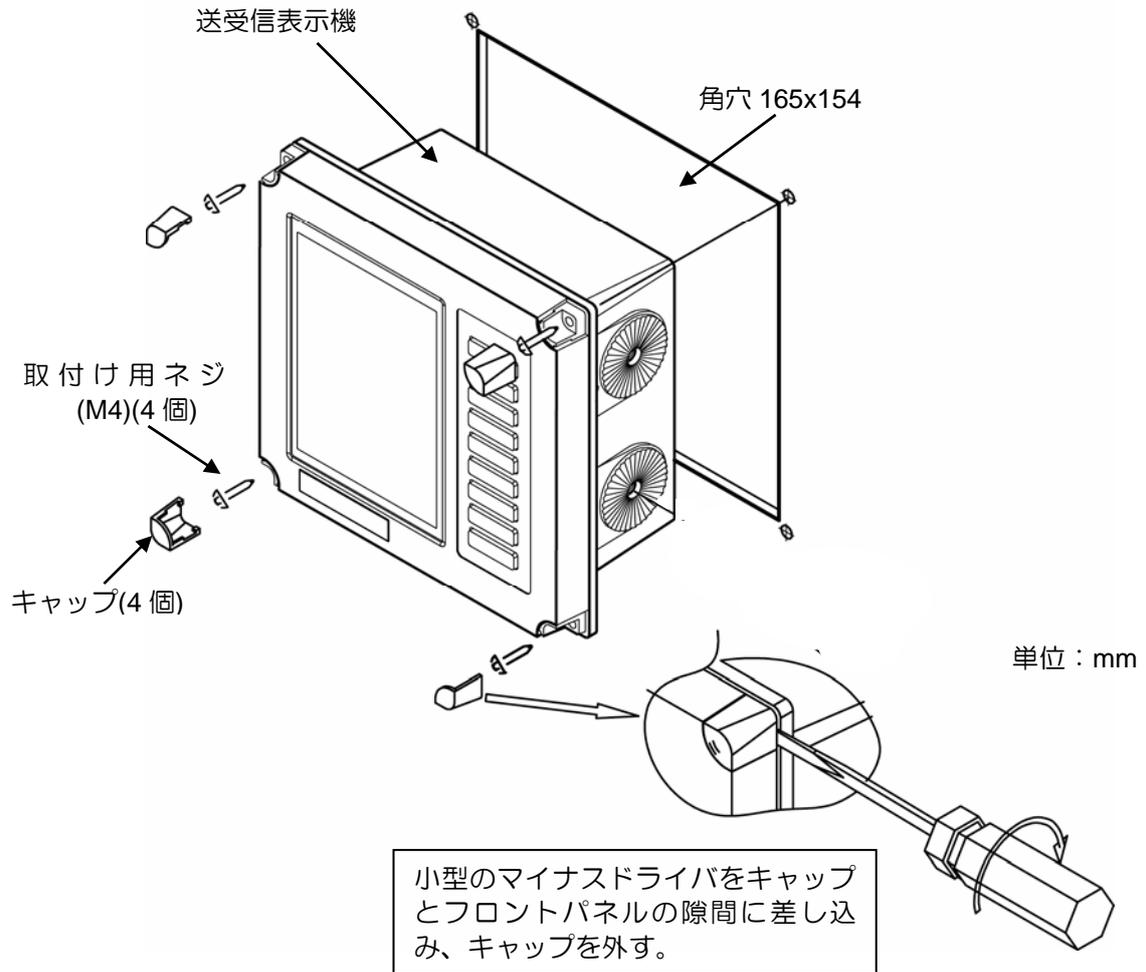
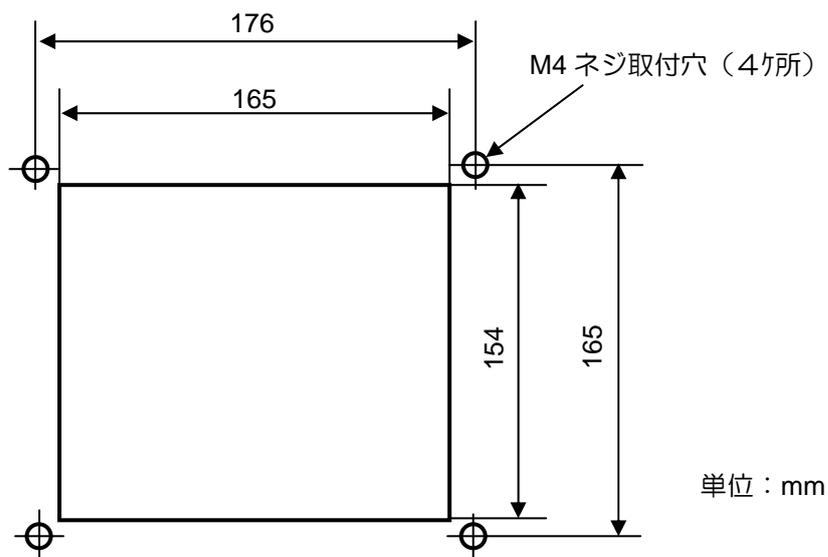

図 4.3 フラッシュマウント取付図
図 4.4 フラッシュマウント取付穴加工図
- (1) 設置場所に 154 × 165 mm(縦 × 横)の角穴をあけます。(図 4.4 参照)
- (2) 送受信表示機本体を取り付け架台に固定している 2 個のノブボルトを外してください。
- (3) 送受信表示機の角部のキャップを外します。(図 4.3 参照)
- (4) 送受信表示機を設置する場所(角穴)に置き、4mm のタッピングネジ(または M4 なベネジ)4 本で固定します。(4mm ネジは付属していませんので、取り付け部の厚さに応じたネジを手配してください。)
- (5) (3)項で外した送受信表示機の角部のキャップを取り付けます。